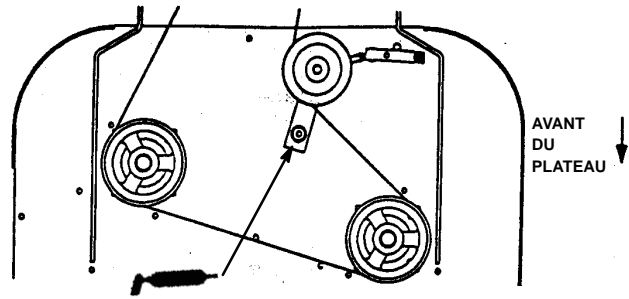

Figure 40
3. Lubrifier le pivot du bras de poulie folle de la courroie d'entraînement des lames (Fig. 40) toutes les 50 heures.